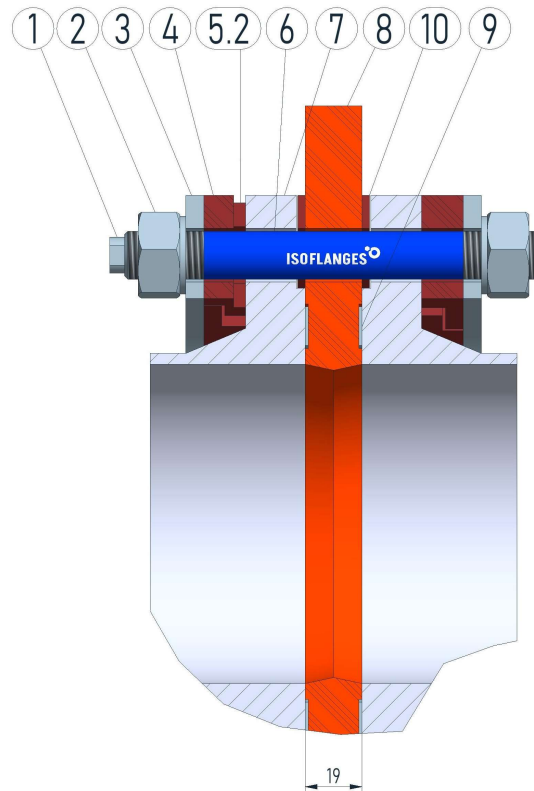

Abbildung 5: Querschnitt Isolierflanschverbindung HP2
- Die Isolierringe werden, wie in der Abbildung 5 dargestellt zwischen Flansch und Druckring montiert.